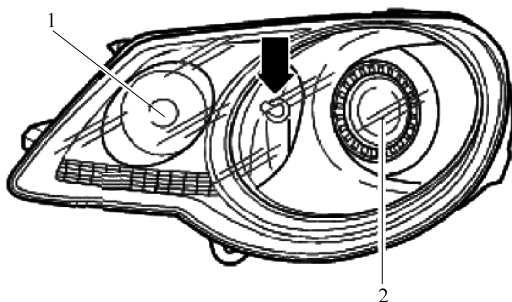

图 14-1-3 转向灯
• 带静态弯道灯(转向灯)的车辆可通过转向灯1和近光灯模块2间的附加反光镜(箭头)进行识别,如图14-1-3所示。